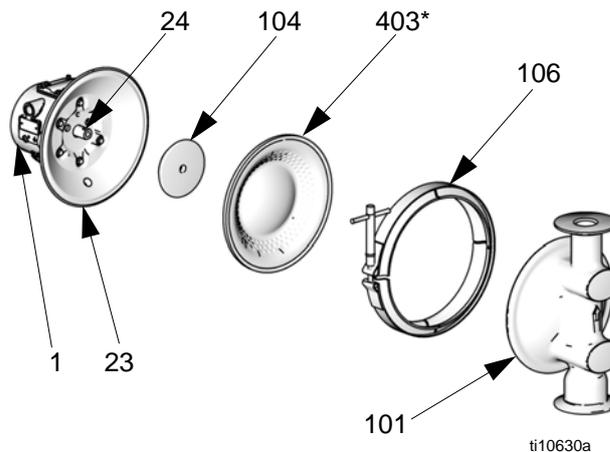

FIG. 12
3. Rimuovere i morsetti (106) che tengono i coperchi del fluido (101) ai coperchi dell'aria (23). Estrarre i coperchi del fluido (101) dalla pompa. Fare riferimento alla FIG. 12.
5. Le membrane sono montate mediante serraggio manuale. Per allentare, afferrare fermamente entrambe le membrane intorno al bordo esterno e ruotare in senso antiorario. Un gruppo membrana sarà libero e l'altro rimarrà collegato all'albero. Rimuovere la membrana libera (403) e la piastra del lato aria (104).
6. Estrarre dal corpo centrale (1) il gruppo della membrana dell'altro lato e l'albero (24). Tenere ferme le parti piatte dell'albero con una chiave a bocca da 19 mm e rimuovere la membrana e la piastra del lato aria dall'albero.
7. Controllare che l'albero della membrana (24) non presenti usura o graffi. Se danneggiato, verificare che i cuscinetti (19) siano in posizione. Se i cuscinetti sono danneggiati, fare riferimento a pagina 26.
8. Raggiungere l'interno del corpo centrale (1) con un uncino per anello di tenuta e agganciare i premiguarnizioni a U (402), quindi estrarli dal corpo. Questo può essere fatto senza rimuovere i cuscinetti (19).